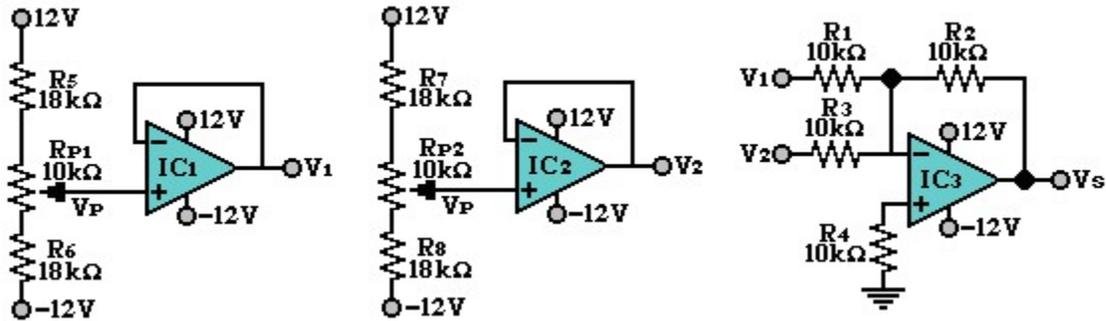

Figura 2.1
- Arme el circuito de la figura 2.1. Ajuste los voltajes de entrada V_1 y V_2 como se indica en la Tabla 2.1. En cada caso mida el voltaje de salida V_s .
1. Basándose en los resultados de la tabla 2.1, determine qué configuración tienen los circuitos de la figura 2.1 (IC₃), 2.2 (IC₃) y 2.3 (IC₃).